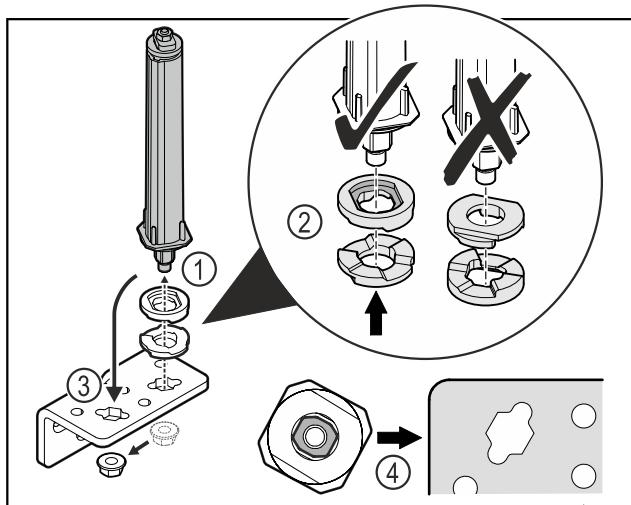

Fig. 51
- Відкрутити гайку і зняти систему запирання дверей Fig. 51 (1).
- Слідкувати за правильним розташуванням шайб для регулювання висоти Fig. 51 (2).
- Переставити систему запирання дверей у шарнірному кутику і зафіксувати гайкою Fig. 51 (3).
- Під час встановлення слідкувати за правильною орієнтацією системи запирання дверей Fig. 51 (4).